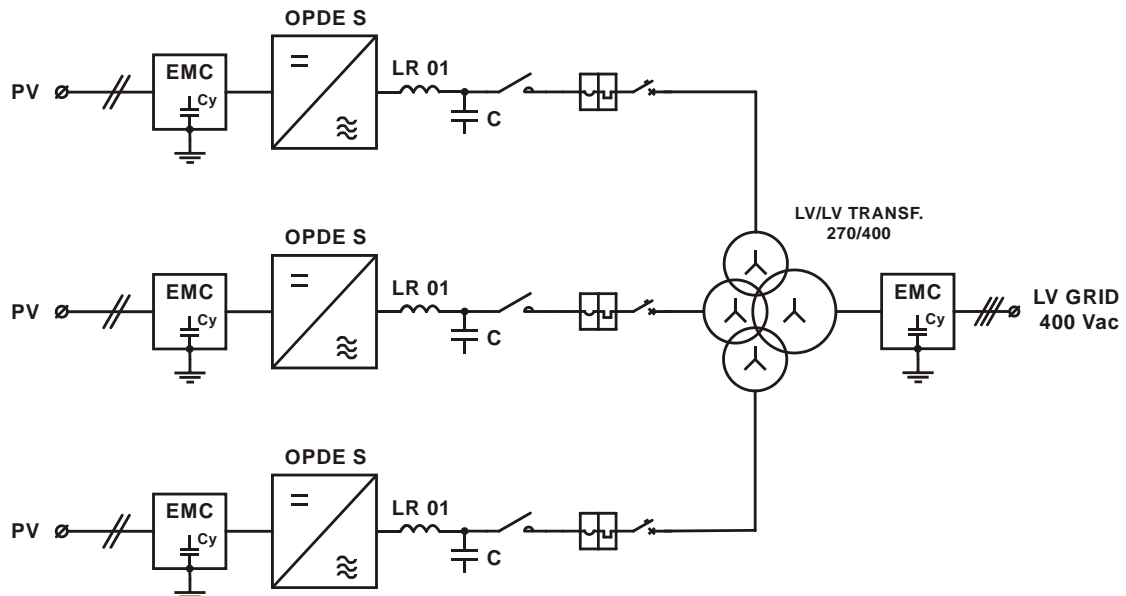
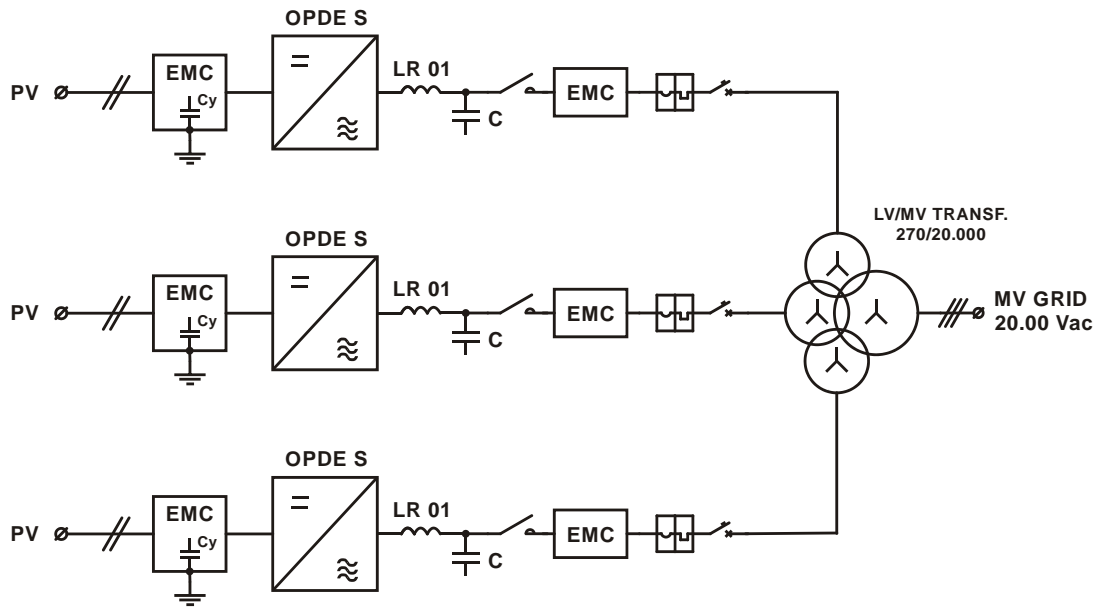

FIG. 45 – 3 x OPDE S in parallelo collegati in BT, applicazione fotovoltaica
FIG. 46 – 3 x OPDE S in parallelo collegati in MT, applicazione fotovoltaica
- 3) Nel caso di connessione alla rete BT, è necessario collegare un filtro EMC unico nel lato 400Vac del trasformatore (FIG. 45). Nel caso di connessione alla rete MT, è necessario collegare un filtro EMC dedicato ad ogni OPDE AFE ENERGY, in questo caso il filtro dovrà essere privo di condensatori verso terra (FIG. 46).